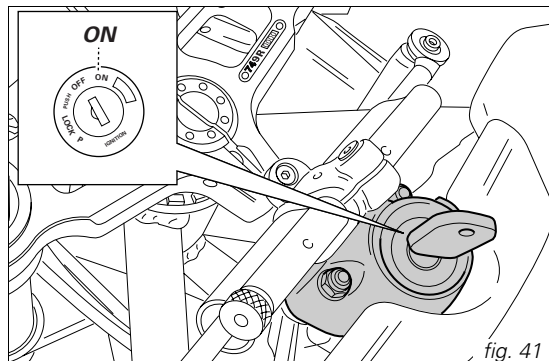

fig. 41
1) Tournez le contacteur d'allumage sur la position ON (fig. 41) Vérifiez que le témoin vert N et le témoin rouge  au tableau de bord soient allumés.